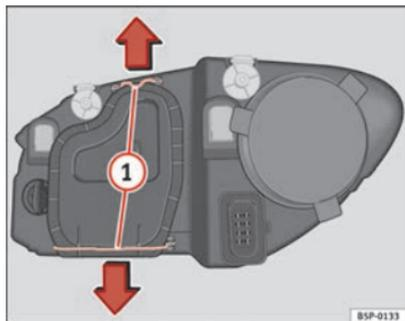

Fig. 164 Médios
- Desloque os tirantes ⇒ Fig. 164 ① no sentido da seta e puxe a tampa.